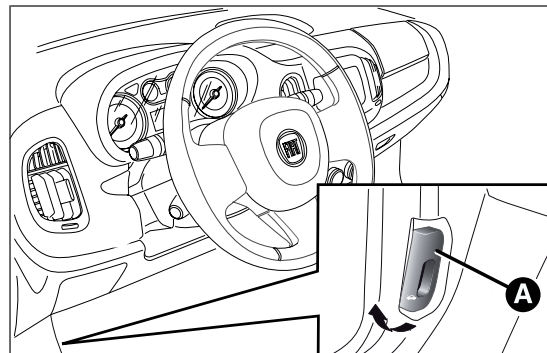

fig. 99
- ☐ tirare la leva A fig. 99 nel senso indicato dalla freccia;